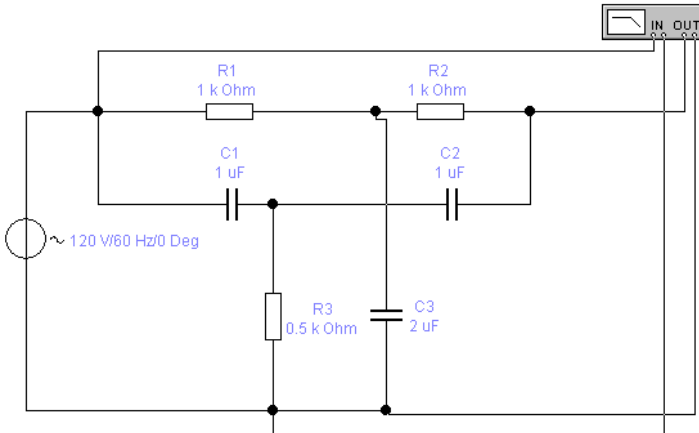

Рисунок 8.8 - Схема подвійного Т-образного моста
- 25 Скласти схему рис. 8.8 та підключити Бодє плотер.